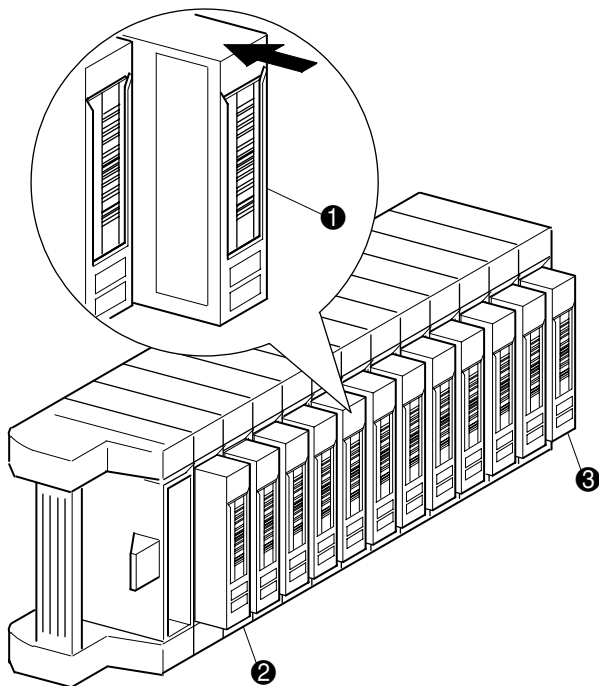

Figura 4-6. Cargador de cinta izquierdo con cartuchos de cinta instalados
La Figura 4-6 muestra un cargador izquierdo completo. Para el MSL5026, la ranura de cartucho de cinta con el menor número ② es la más cercana a la parte frontal del cargador. Para el MSL5052, la ranura de cartucho de cinta con el menor número ② es la más cercana a la parte frontal del cargador superior izquierdo.